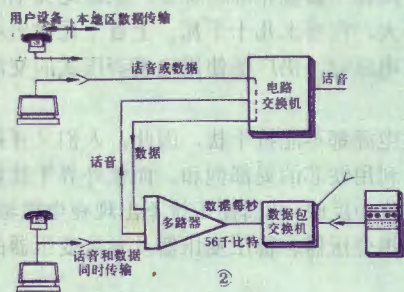

图2 一种近期可用的综合服务数字网
另一种做法是以数据包交换为基础,实现本地区的数据传输。如图2所示,各个用户通过一条金属双线环路与中央电话局的统计多路器相连接。这种多路器采取统计学的方法,把来自许多用户的低速率信息,穿插起来,归总到一条每秒56千比特的高速线路上,去接通数据包交换机。偶尔使用这个网络的用户(图的上部),可通过常规的电话线路向多路器拨号。不过,利用这条电话线传数据时,就不能同时通电话。家庭用的信息设备常用这种传输方法。而需要连续传输或需要同时传输多路数据、话音的大用户(图的下部)可直接接通多路器。
(1) 采用PNP和NPN晶体管组成互补复合调整管 线性调整稳压电源在输出电流较大时,调整管通常连接成共集电极式的达林顿复合管,如图2(a)所示。它的集-射极间工作电压为:
如果采用互补式复合管,如图2(b)时,则